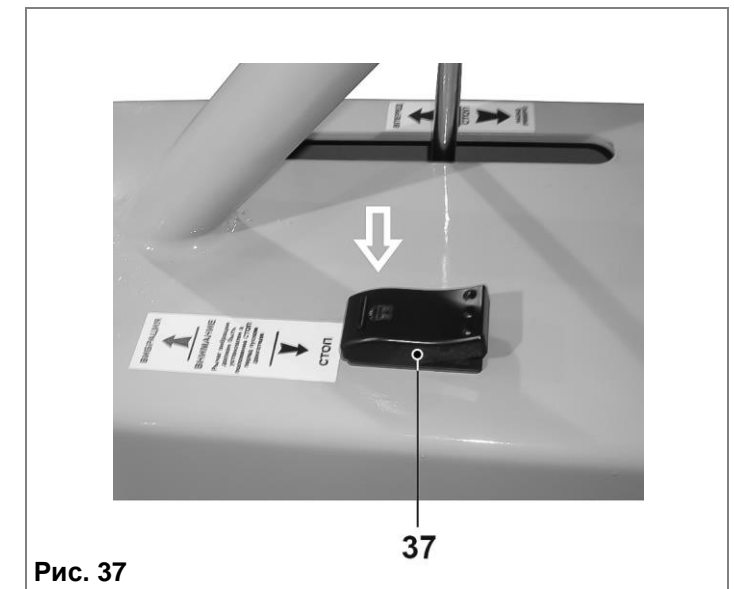

Рис. 37
9.5. Для включения вибрации установите выключатель вибрации (37) (Рис. 37) в положение **ВИБРАЦИЯ**.